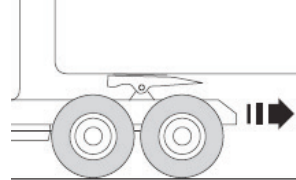

Figura-4
- 6- Dați încet cu spatele la vehicul până când cupla de tractare este zavorată. (a se vedea figura 4) Pârghia de siguranță cu arc ar trebui să revină automat în poziția inițială. (a se vedea figura 5)